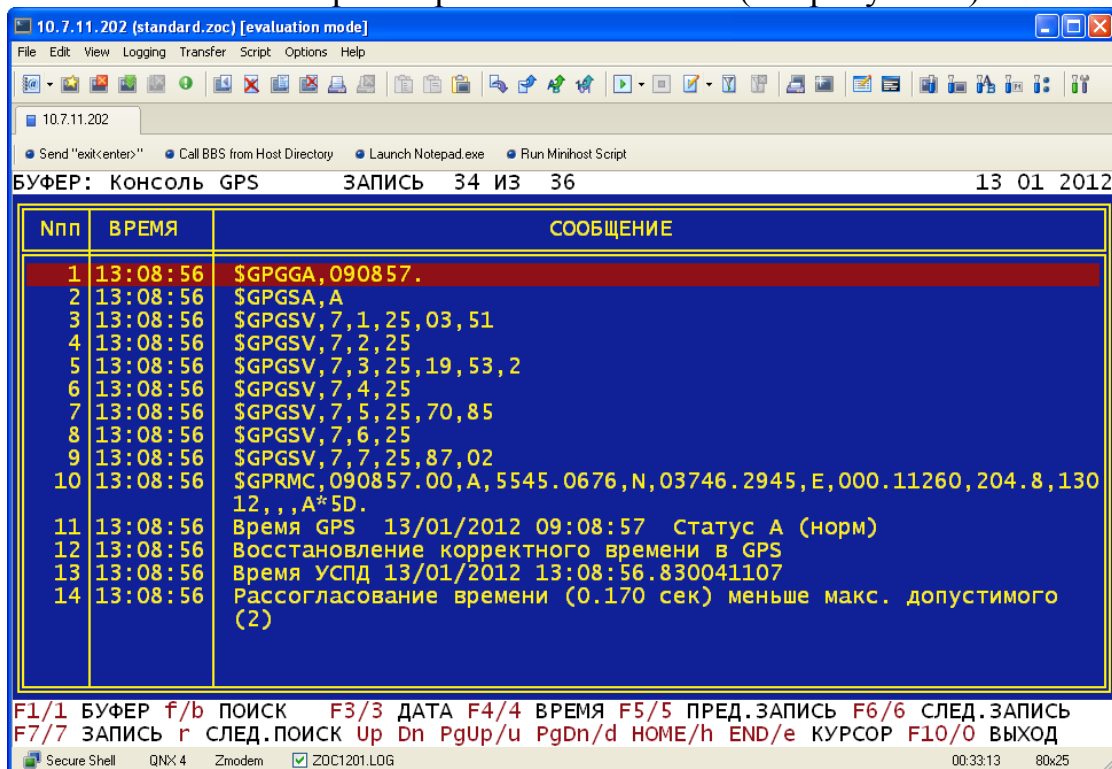

Рисунок 8
2.3.1.16 Прочитать принятые данные из архива /* НАЛАДКА -> СЛУЖЕБНЫЕ АРХИВЫ -> ПРОСМОТР -> «выбираем нужную дату» -> Консоль GPS -> «выбираем время из списка» */ (см. рисунок 8).